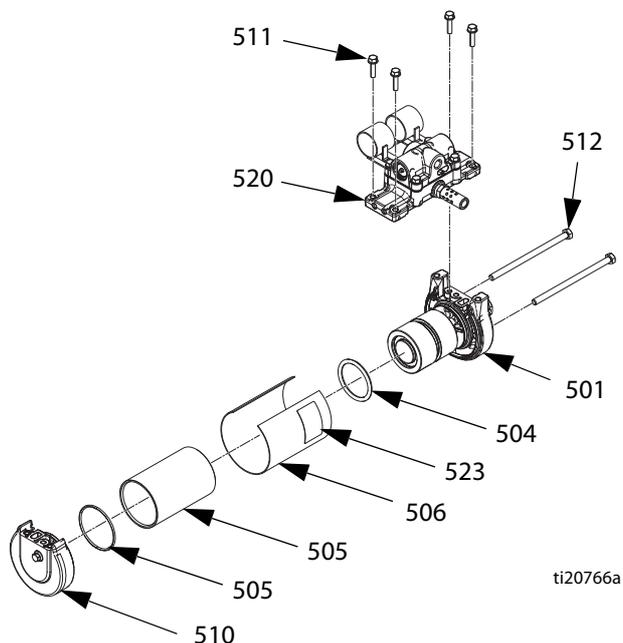

Рис. 52
Разборка (см. Рис. 52).
4. Выкрутите четыре винта (511) с помощью торцевого ключа диаметром 10 мм, чтобы снять блок (520) воздушного коллектора. См. Рис. 52.
5. С помощью торцевого ключа диаметром 13 мм снимите два болта (512). Затем снимите верхнюю крышку (510) пневматического двигателя.
6. Снимите и выбросьте поршневое уплотнительное кольцо (504) с поршня (519).
Сборка (см. Рис. 52).